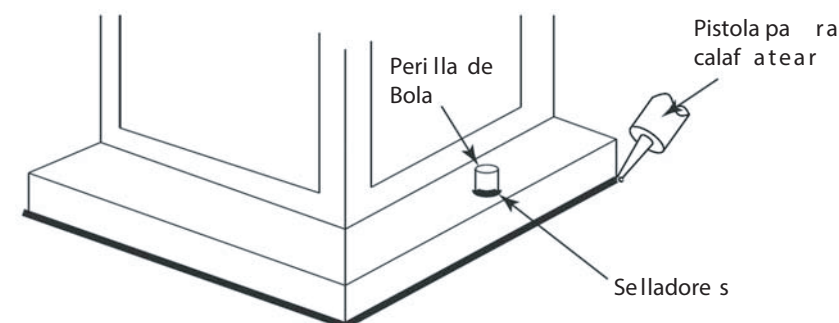

Figura 2
1. Conecte el cable de alimentación positiva **(A)** (normalmente negro el lado no marcado suave del cable de dos conductores) de plomo accesorio positivo **(B)** con un giro de tamaño apropiately conector – **Véase la Figura 2 y 3**.
Loop alambre de tierra **(E)** (generalmente de cobre o verde recubierto de plástico) debajo de la cabeza del tornillo de tierra **(S)** en la brida de montaje accesorio **(M)** y conectar con el extremo suelto del cable de tierra luminaria directamente al cable de tierra del sistema de construcción con un tamaño adecuado twist-conectores – **Véase la Figura 2**.
Después asegurar fijo en su lugar, se re comien da que la distancia entre la part e superior y la base de montaje del acceso rio se sellará con cualquier buen masilla impermeable de calida d o sella dor de silicon a (no incluido). También se recomienda que una pequeña capa de madilla o sellador de ser sometidos a los mandos de bolas utilizada s para montar accesorio – Véase la Figura 2.